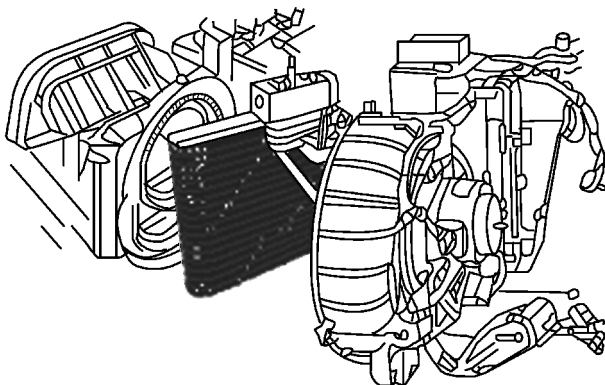

图 5-46 蒸发器芯壳体上拆卸蒸发器盖固定螺钉
4) 按照如图 5-46 所示，从蒸发器芯壳体上拆卸蒸发器盖固定螺钉，拆下蒸发器芯。